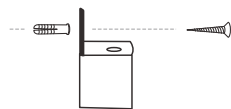

Figure 1
1. Fixez fermement le support mural à la surface plane en utilisant des mollys et des vis à la hauteur souhaitée. *(Il est conseillé d'utiliser un niveau pour assurer un montage correct).* (Figure 1)